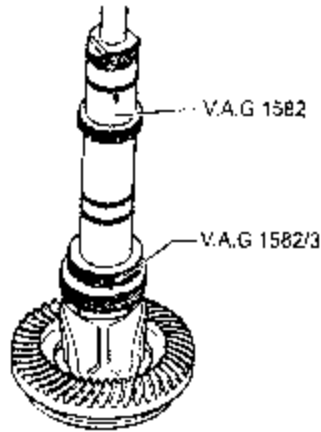

图 7-183 拔出锥形滚柱轴承外圈
- (1) 拆下冠状齿轮上的螺栓，用冲头把冠状齿轮从差速器壳体上敲下来。
- (2) 敲出行星小齿轮轴。
- (3) 拆下螺纹块。
- (4) 拆下差速器壳体上的 3 个差速伞齿轮。
- (5) 拆下输出轴上的传动法兰卡环。
- (6) 拆下第 4 个差速伞齿轮和输出轴。
- (7) 拔出锥形滚柱轴承外圈。如图 7-183 所示。